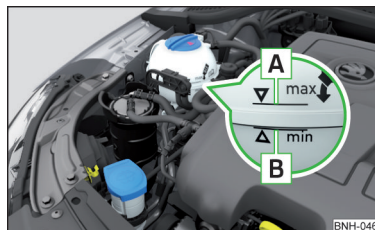

Fig. 147
Denumirea lichidului de răcire este menționată pe vasul de expansiune a lichidului de răcire » fig. 147 la pagina 148.
- Nu adăugați lichid de răcire deasupra marcajului **A** » fig. 147 la pagina 148.
Vasul de expansiune a lichidului de răcire » fig. 147
► Verificați nivelul lichidului de răcire la vasul de expansiune a lichidului » fig. 147.
Când motorul este cald, rezultatul verificării poate fi inexact. Nivelul se poate afla chiar și peste marcajul **A** » fig. 147.